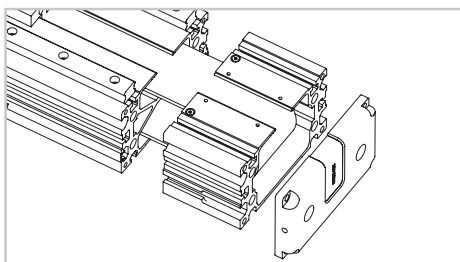

Fig. 12
- 13) Separare la testata folle dal profilo e rimuovere la puleggia (Fig. 12).